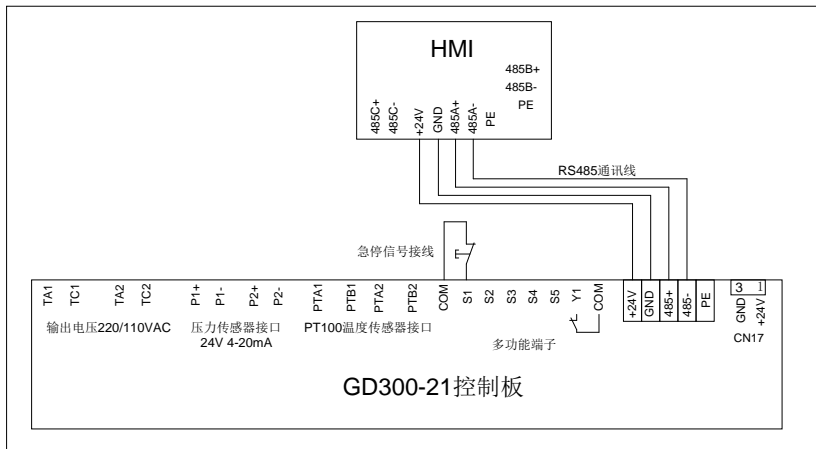

图 B-11 触摸屏标配线缆连接线
**注意：**电源线需按图 B-11 所示，将触摸屏电源接口与 GD300-21 控制板 CN17 连接。